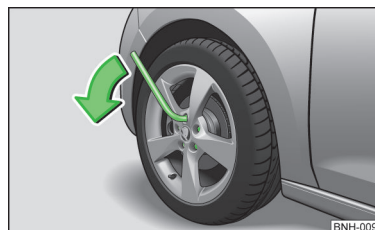

Fig. 129
- Agarrar la llave por el extremo y girar el tornillo aproximadamente **una** vuelta en el sentido de la flecha » fig. 129.
- Agarrar la llave por el extremo y girar el tornillo en el sentido contrario al de la flecha » fig. 129 hasta que quede fijo.